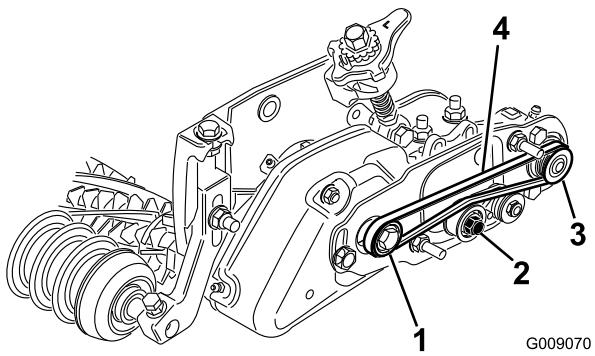

Рисунок 32
- Обведите ремень вокруг **ведомого** шкива, а затем проложите по верхней части натяжного шкива (Рисунок 32).
- Начните надевать ремень на **ведущий шкив** (Рисунок 32).